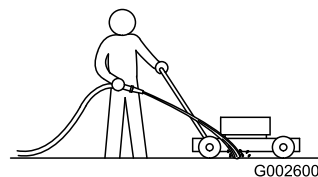

Figura 15
3. Cu motorul pornit și lama cuplată, direcționați un jet de apă în fața roii **dreapta**, spate (Figura 15).